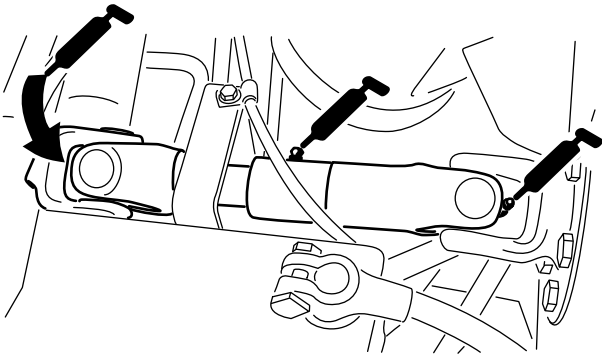

Figura 46
- Cardanes del árbol de transmisión (3) (Figura 46)